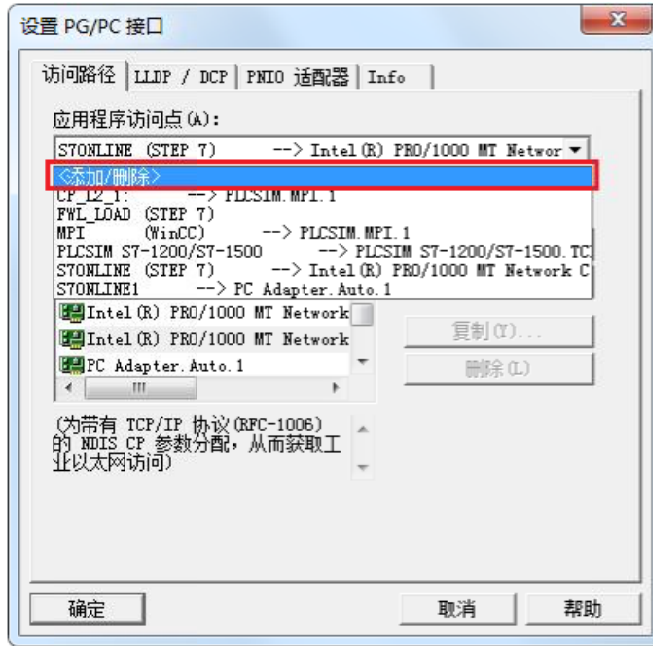

图 2-10 新建应用程序访问点
2) 如果在 PG/PC 设置对话框下拉菜单中找不到相应的访问点，可以单击下拉菜单中的“ <添加/删除>”，新建一个访问点，如下图 2-10 所示。